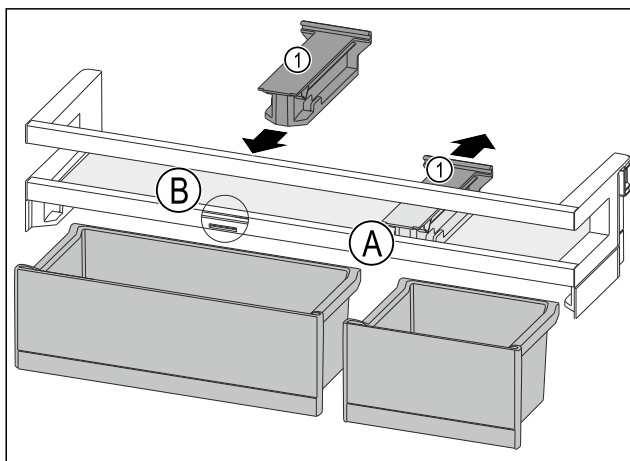

Fig. 185
- ▶ Držák Fig. 185 (1) v poloze Fig. 185 (A) stáhněte dozadu.
- ▶ Držák Fig. 185 (1) vložte v poloze Fig. 185 (B).